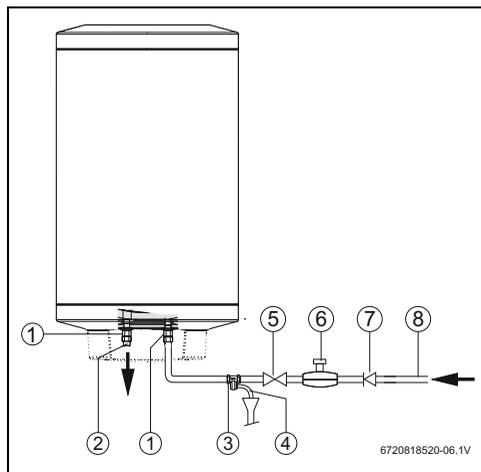

Fig. 11 Raccordement d'eau
i Pour éviter les défauts dus à des variations de pression subites pour l'alimentation de l'eau, il est recommandé d'installer un clapet anti-retour en amont du ballon (fig. 11, [7]).
- ▶ Monter la soupape de sécurité sur le raccordement d'eau froide du ballon d'eau chaude sanitaire (→ fig. 11).
Lorsque la pression d'eau est supérieure à 80% de la pression maximale du ballon d'eau chaude sanitaire, installer une soupape de réduction de pression (→ fig. 11).
- ▶ Fermer la vanne d'arrêt de l'eau (→ fig. 11).